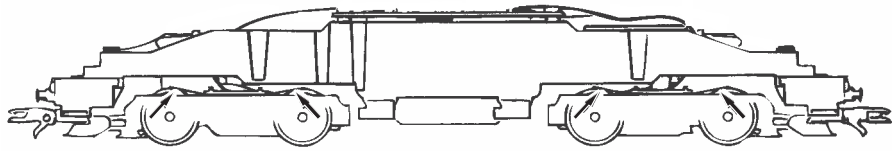
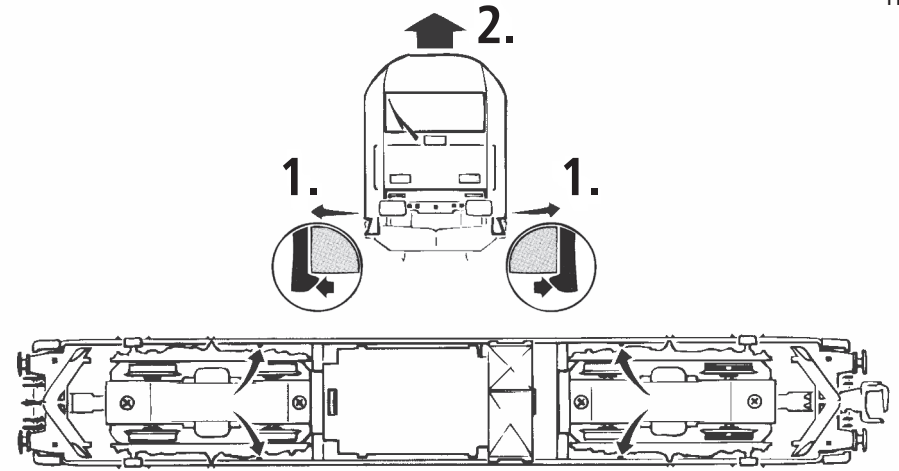

Fig. 6
Fig. 4
Mehrzugbetrieb: Zuerst Lokgehäuse abnehmen (Fig. 3). Danach den Brückenstecker aus der Schnittstelle entfernen (diesen sorgsam aufbewahren). Danach den Stecker des Steuerbausteins lagerichtig einsetzen (siehe Fig. 4).
3. Haftreifenwechsel: Zuerst den Getriebedeckel abnehmen (Fig. 4). Danach den **Radsatz** herausnehmen und die **Haftreifen** mit einer Nadel od. mit einem feinen Schraubendreher abziehen (Fig. 6). Beim Aufziehen der neuen Haftreifen darauf achten, dass diese sich nicht verdrehen.
Remove the jumper from the interface. Finally put the plug of the chip into the interface as shown in fig. 4.
3. Change of traction tyre: Remove the gear cover (fig. 4). Take out **wheel set** and remove **traction tyre** using a pin or a fine screwdriver (fig. 6). When pressing on the new traction tyre please **avoid twisting it**.
Enlevez la fiche de shuntage de l'interface (à conserver!) et enfichez finalement la fiche du module de télécommande aux prises de l'interface. Veuillez à la position correcte de la fiche (voir fig. 4).
3. Échange des bandages d'adhérence: Démontez d'abord **le couvercle du carter des engrenages** des engrenages (fig. 3). Délogez ensuite les essieux bandagés et enlevez, à l'aide d'une aiguille ou d'un tournevis fin, les bandages d'adhérence (fig. 6). Lors du montage des nouveaux bandages veuillez veiller à ce que les bandages **ne soient pas tordu**.